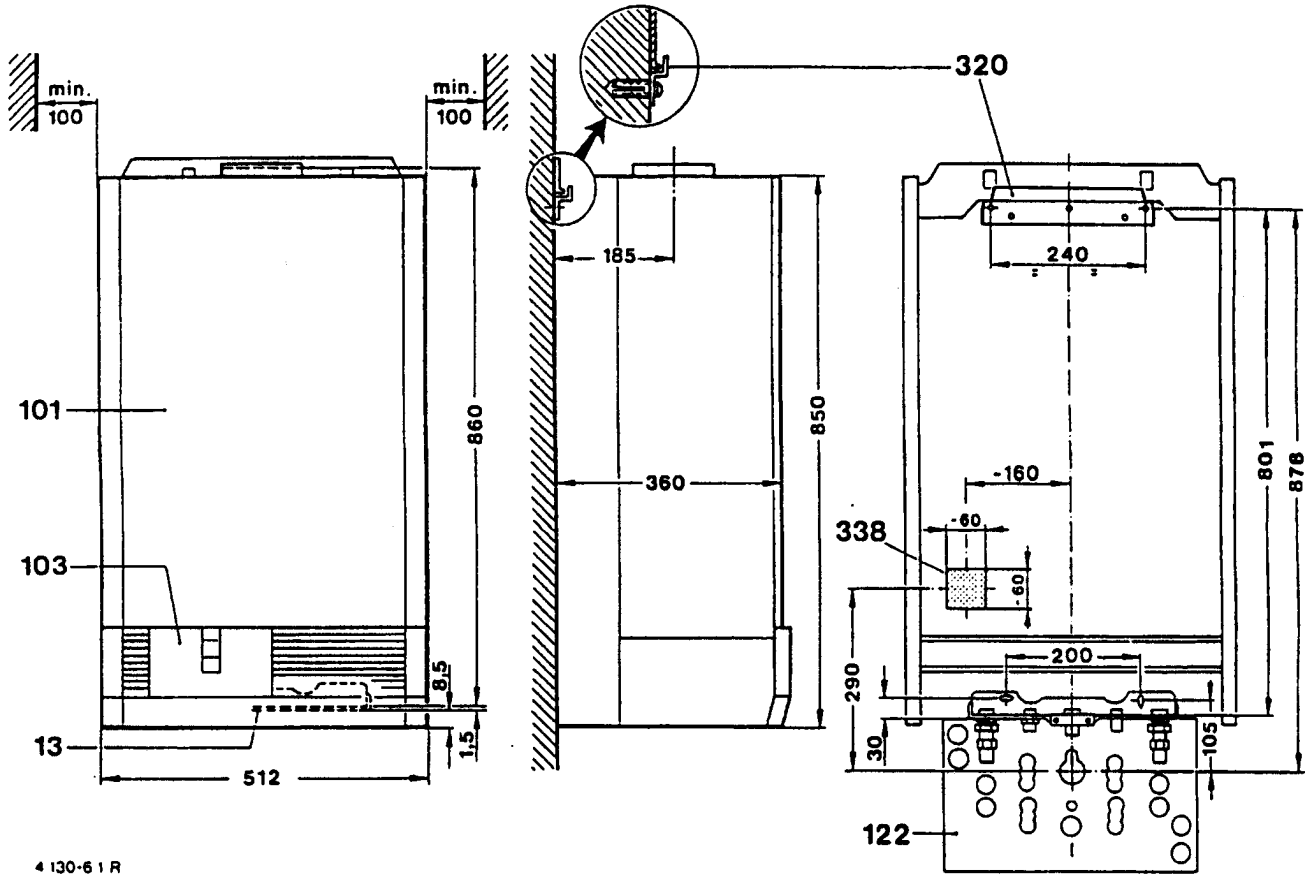

Рис. 5
Габариты, см. рис. 5
С помощью монтажного шаблона (принадлежность), рис. 5, поз. 122, заказной № 8 719 918 020, производится вывод трубопроводов при скрытой разводке. Монтажный шаблон необходимо удалить перед установкой монтажной платы и принадлежностей.
- Установить крепежный кронштейн согласно рис. 5.